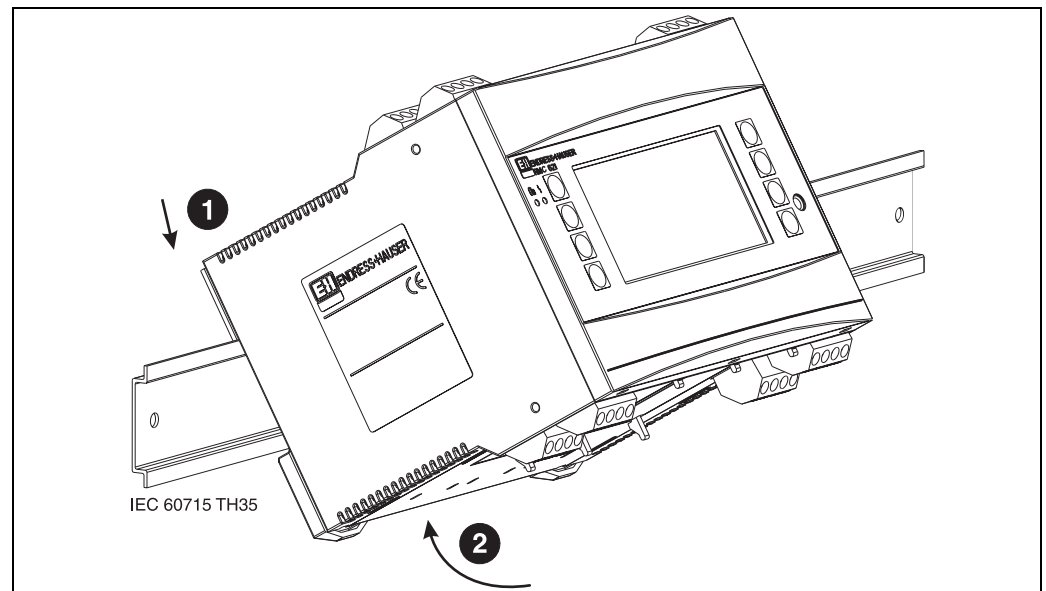

Abb. 4: Montage instrument op DIN-rail
Verwijder eerst de steekklemmen op de steekplaatsen van het instrument. Klik nu de behuizing op de DIN-rail door het instrument eerst op de rail te hangen en deze daarna door naar beneden te drukken te laten borgen (z. Fig. 4, pos. 1 en 2).